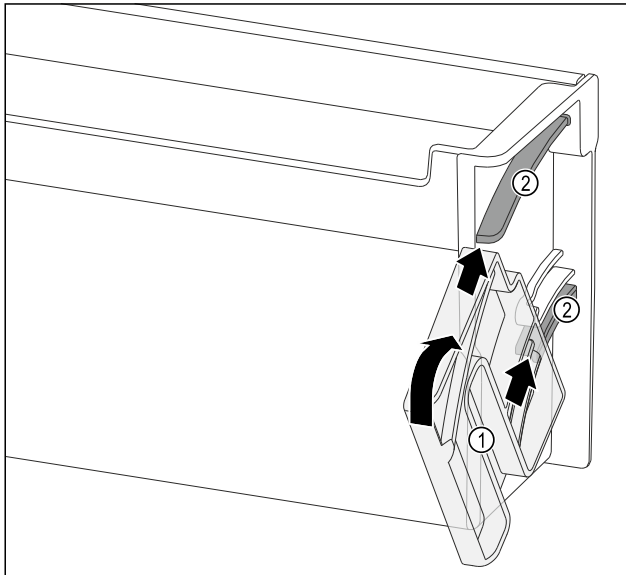

Fig. 100
- Dreheinheit Fig. 100 (1) so positionieren, dass die Aussparungen genau gegenüber den Führungskanälen Fig. 100 (2) des Türabstellers liegen.
- Dreheinheit Fig. 100 (1) in die angegebene Richtung drehen.